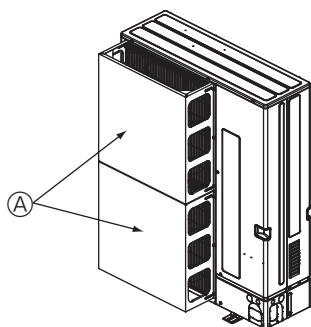
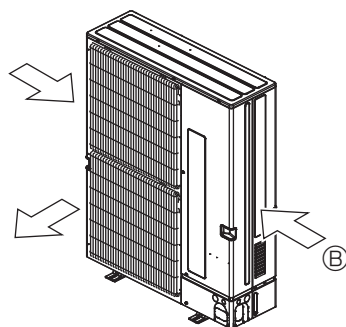

Fig. 2-16
Fig. 2-17
① Құрылғы тайфун, т. б. сияқты қатты желдердің салдарынан тікелей ауа өткізгішке кіріп кетуі мүмкін орынға орнатылған болса, қосымша ауа қорғаныс бағыттауышын орнатыңыз. (Fig. 2-16)
② Ауа қорғаныс бағыттауыш
② Құрылғыны мүмкіндігінше, ауа өткізгіш маусымдық желдің бағытына перпендикуляр соғатындай етіп қондырыңыз. (Fig. 2-17)
③ Жел бағыты